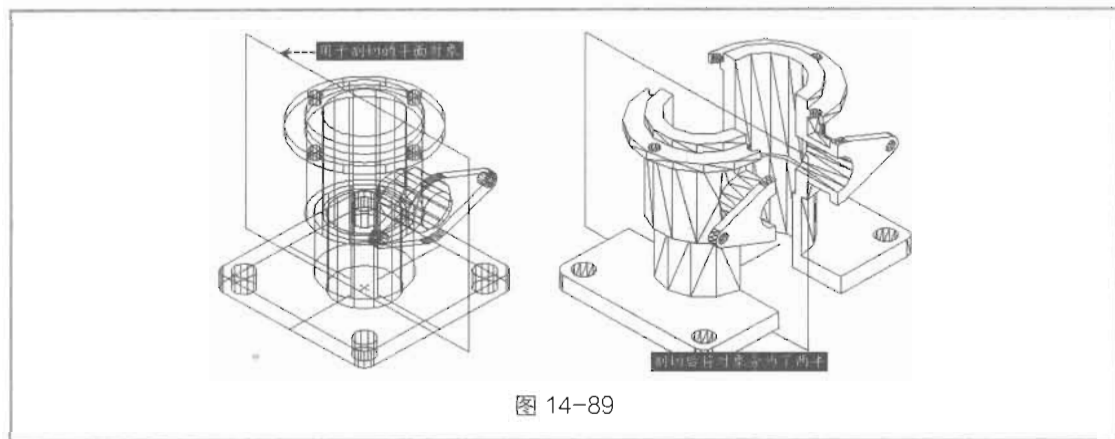

图 14-89
(1) 根据原始文件路径打开图形。
(2) 在命令提示行输入 Slice 命令并回车，用对象法剖切实体，如图 14-89 所示，命令执行过程如下。